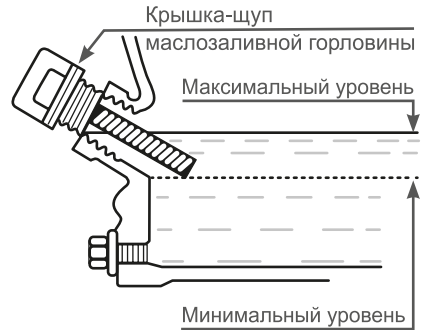

Рис.4 Уровень масла в картере
3. Аккуратно вытащите щуп и осмотрите его. Уровень масла должен соответствовать верхней отметке на щупе. При недостаточном уровне масла в картере (Рис. 4) необходимо долить чистое масло до верхней отметки на щупе (что соответствует нижней кромке заливного отверстия).